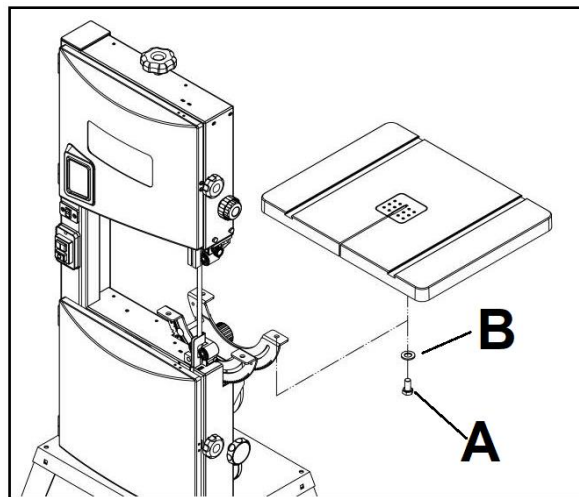

Рисунок 3
После прикрепления станка установите на станок стол с помощью болтов M6X10 (A) и плоских шайб 6 мм (B) (Рис.3).